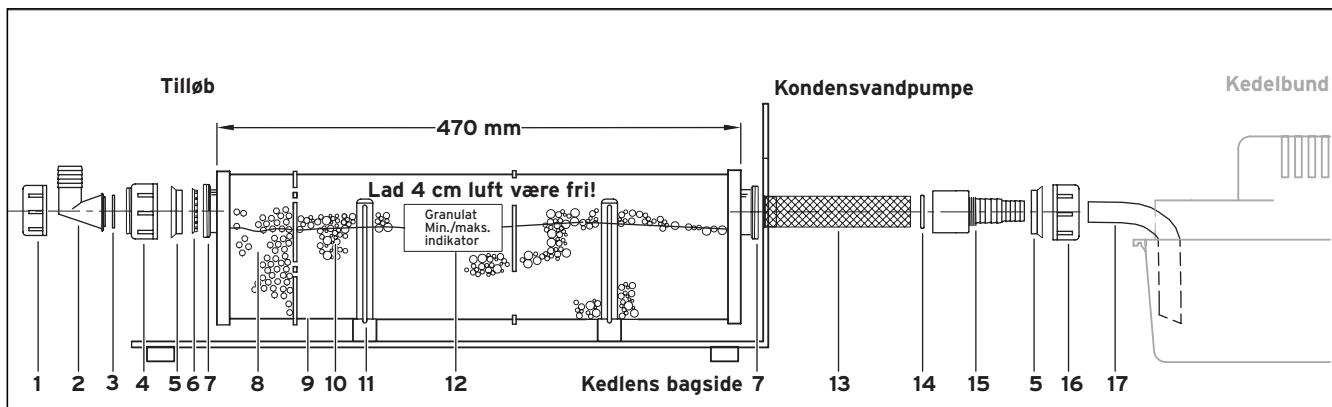

Fig. 3.1 Opbygning Olieneutralisationsanordning
- Fyld aktivkullet i den vedlagte aktivkulpakning i aktivkul-forfilteret ((8), fig. 3.1).
- Monter olieneutralisationsanordningen iht. fig. 3.1.
- Placer olieneutralisationsanordningen ((18), fig. 3.1) forneden til venstre i kabinetet.
Hvis der ikke er tilstrækkeligt fald, kan Vaillant kondensvandspumpen (art.nr. 301 368) som vist på fig. 3.1 tilsluttes direkte til olieneutralisations anordningens udgang. Kondensvandspumpen skal monteres uden for den kondenserende kedel.
- Tilslut tyllen (90°-bøjning) ((2), fig. 3.1) på olieneutralisationsanordningen til kondensvandafløbet på den kondenserende kedel.
- Tilslut tyllen (lige) ((15), fig. 3.1) til husets afløb.
- Kontrollér påfyldningsniveauet. Hvis granulatspejlet ligger under maksimum-indikatoren ((12), rød etiket, fig. 3.1), skal der påfyldes granulat (se afsnit 6.2).
Udskift aktivkullet i forfilteret ((8), fig. 3.1), en gang om året, da der ikke må komme kulbrinter i spildevandet.
- Løsn slangerne fra tyllerne ((2), (15), fig. 3.1) på olieneutralisationsanordningen.
- Løsn alle skrueforbindelser ind til tilslutninggevindene ((7), fig. 3.1) på olieneutralisationsanordningen.
Fyld ikke filterhuset helt op. I det vandret monterede filterhus skal der være mindst 4 cm luftrum over granulatet og aktivkullet. For at undgå tilstoppelse må til- og afløbsåbninger ikke være helt dækket med granulat/aktivkul. Kontrollér, at indstikssien((6), fig. 3.1) og rørfilteret ((13), fig. 3.1) ikke er snavsede. I givet fald skal disse rengøres.
- Monter igen olieneutralisationsanordningen iht. fig. 3.1.